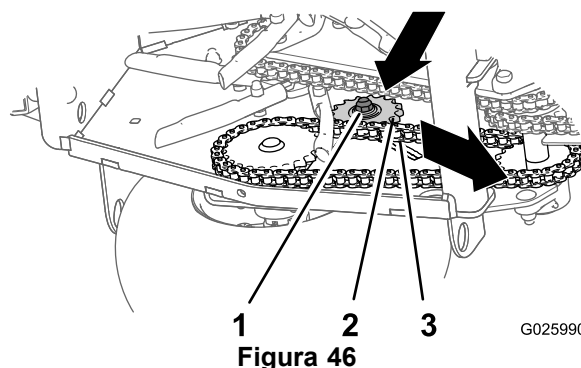

Figura 46
- Compruebe la tensión de las cadenas de las ruedas motrices (Figura 46).
- Afloje la contratuercas y el perno de cuello cuadrado que sujetan el piñón del tensor (Figura 46).
- Presione hacia abajo y hacia adelante sobre el piñón para aumentar la tensión de la cadena, según se muestra en la Figura 46.